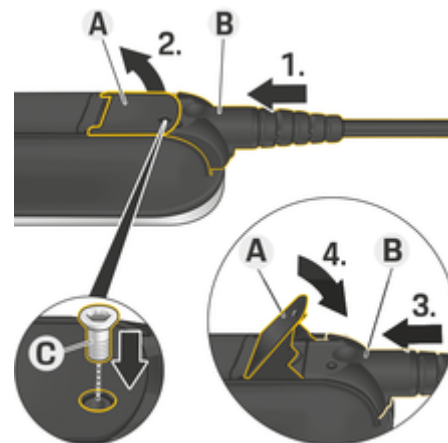

Рис. 59 Закрепление кабеля и фиксация штекера
- ✓ Рычаг **A** (Рис. 59) закрыт.
- 1. Вставьте штекер **B** (Рис. 59) в панель управления до появления первого сопротивления.
- 5. Закрепите штекер **B** винтом **C** (Рис. 59) на панели управления.